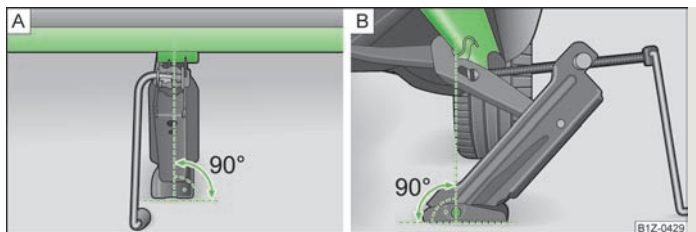

Fig. 178 Application du cric
- Appliquez le cric de façon à ce que la griffe entoure la nervure » fig. 178 -  en dessous de l'estampille de la surface latérale sur le bas de caisse.
- Assurez-vous que l'embase du cric repose sur toute sa surface sur un sol plat et s'applique perpendiculairement » fig. 178 à l'emplacement où la griffe entoure la nervure.